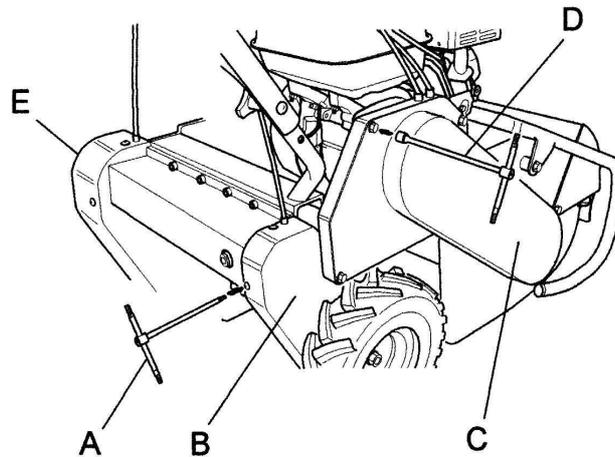

Figure 6
- Enlever la protection en plastique (fig. 6 réf.B,E), en dévissant et en enlevant les vis au moyen de la clé indiquée figure 6, réf.A.
- Enlever la protection en plastique (fig. 6, réf. C) en dévissant et en enlevant les vis de fixation au moyen de la clé indiquée fig. 6, réf.D.
Enlever la protection en plastique (fig. 6, réf. C) en dévissant et en enlevant les vis de fixation au moyen de la clé indiquée fig. 6, réf.D.
- Le carter de protection de la courroie (Fig. 6 réf.B,C,E) et les protections de la lame (Fig. 1 réf. E) doivent toujours être installés correctement et être en bon état. En cas de détérioration, les réparer avant de réutiliser la machine.
- Nettoyer l'intérieur du carter de protection courroie (fig. 6, réf. B,C,E) avec un jet d'air.